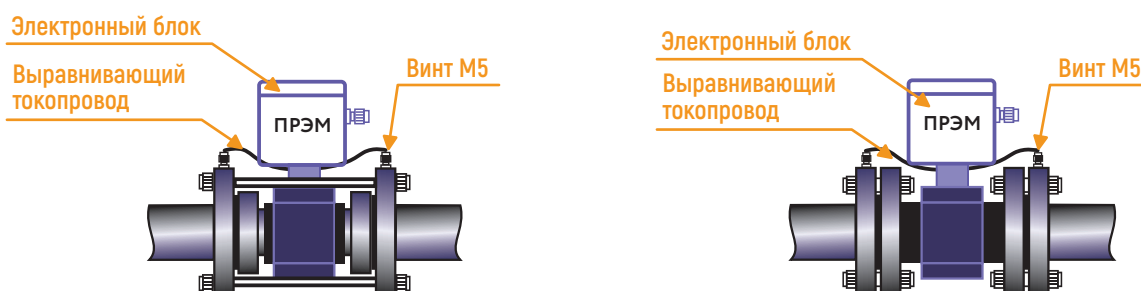

Рисунок 24. Выравнивание потенциалов для металлических токопроводов
- Для металлических трубопроводов, не имеющих внутреннего покрытия – подключением выравнивающих токопроводов между электронным блоком ПРЭМ и примыкающими фланцами, выравнивание потенциалов для данного типа трубопроводов (рис. 24).